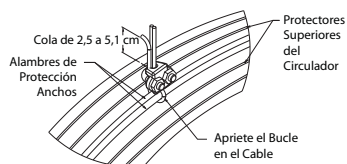

Figura 6 — Detalle de la Abrazadera de Cables
- Conecte el cable de sostén de seguridad secundario cuyo propósito es proporcionar protección adicional en el caso de que se produzca una falla de otras piezas metálicas de montaje y soportes. Para garantizar que se realice la instalación correcta del cable de sostén de seguridad secundario, lea detenidamente y siga todos los pasos que comienzan con la Figura 6.
- Con un extremo del cable, rodee los alambres de mayor diámetro tanto del protector delantero como del protector trasero, como se muestra en la Figura 6.